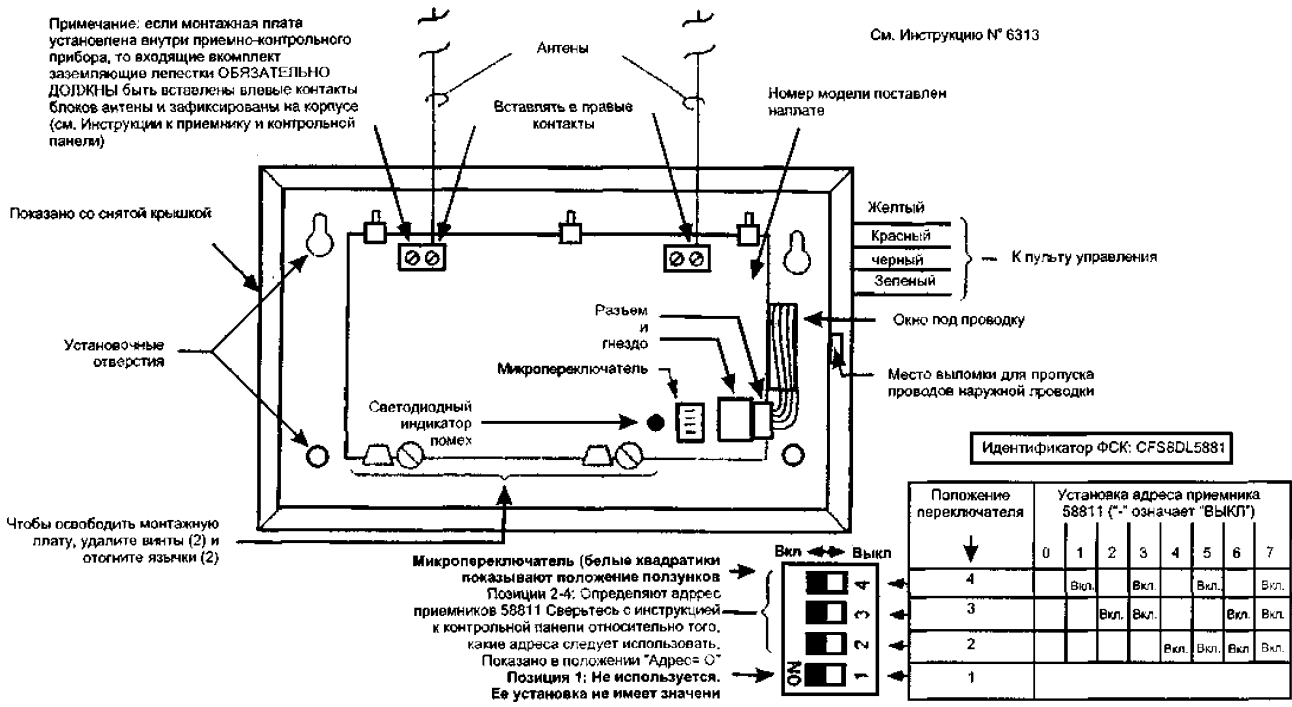

Рис. 2. Общий вид соединений для расширителей 58811L, 58811M, 58811
- 1) Снимите плату приемника с основания, отвернув два фиксирующих винта и отогнув назад два гибких пластиковых язычка, удерживающих нижний край платы (см. рисунок 2).